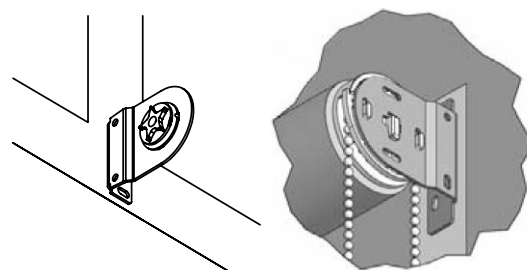

Рис. 10. Установка правого изделия
3. Прикрутить 2 саморезами* (при необходимости использовать дюбели*) каждый кронштейн, начиная с правого (Рис.10).
4. Вставить заглушки со звездой в соединительные кронштейны (Рис. 10).
5. Установить изделие с управлением сначала в соединительный кронштейн, а затем в боковой кронштейн так, чтобы крючок на торце был направлен вертикально вниз (Рис.10).